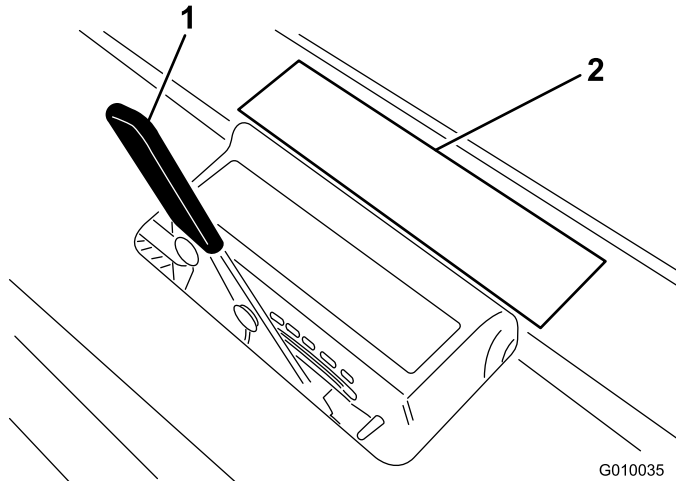

Figure 28
2. Placez le louchet sur l'autocollant de profondeur d'aération (Figure 28), une extrémité en face de la profondeur voulue (voir le modèle de louchet sur l'autocollant).